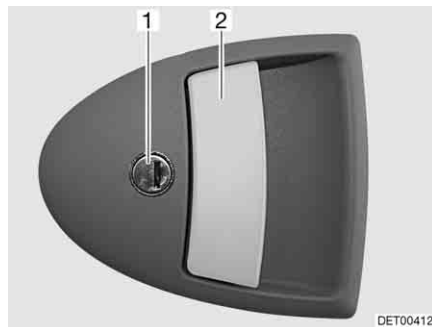

Bild 57 Dörrlås ingångsdörr, utsida
- Stick in nyckeln i låscylindern (Bild 57,1) och vrid den ända tills dörrlåset har låsts upp.
- Drag i dörrhandtaget (Bild 57,2). Dörren är öppen.
- Stick in nyckeln i låscylindern (Bild 57,1) och vrid den ända tills dörrlåset har låsts.